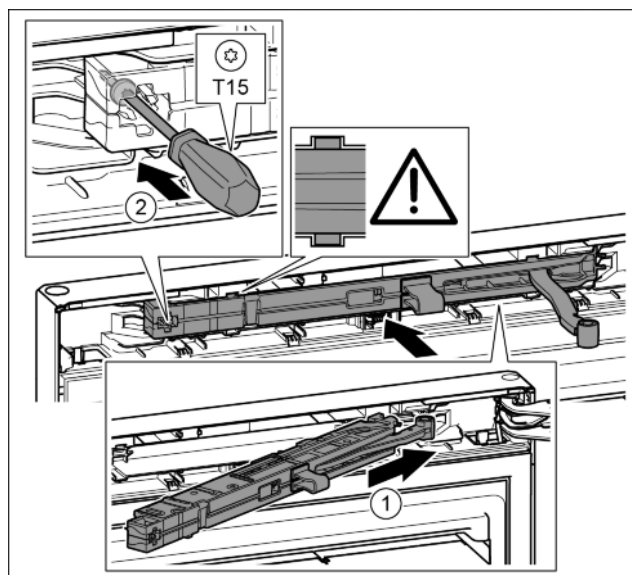

Fig. 41
- Inclinando nell'incavo spingere l'unità dell'ammortizzatore di chiusura sul lato del blocco di supporto fino alla battuta. Fig. 41 (1)
- Stringere la vite con un cacciavite T15. Fig. 41 (2)